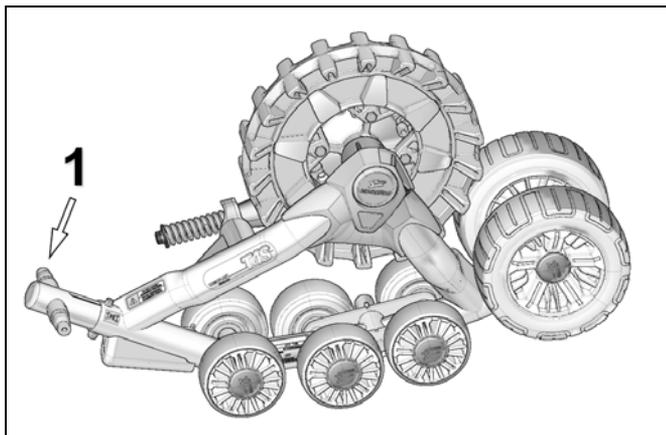

Abbildung 32.
- Nehmen Sie die beiden **241 mm** Laufräder vom Ket- tenspanner ab. Siehe Abbildung 32.